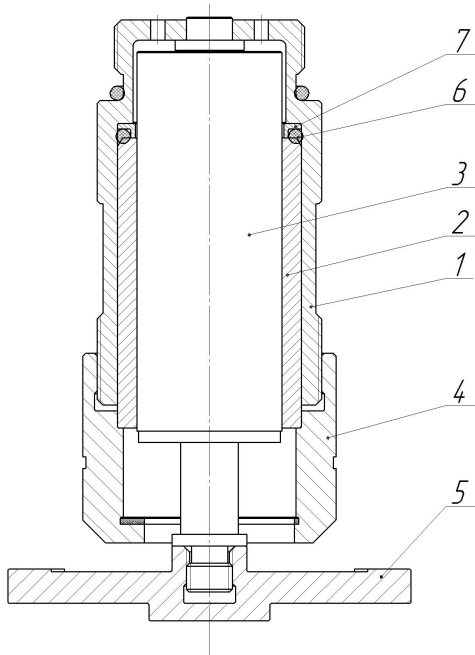

Рисунок 6. Устройство ИПС диапазона -1...0:
6.3.1.1 Поставьте ИПС в вертикальное положение, так что бы грузоприемное устройство 5 (Рис. 6) было сверху, во избежание выпадения поршня 3 или цилиндра 2 из корпуса ИПС 1 при разборке.
6.8.1.1 На грузоприемное устройство 5 (Рис. 6) установите тарелку переходную (груз без бокового разреза). Поверх нее установите приспособление контроля вертикальности (далее ПКВ (уровень)).